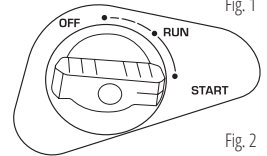

Fig. 2
4. Tournez la vanne du registre d'air sur la position START (Fig. 2).